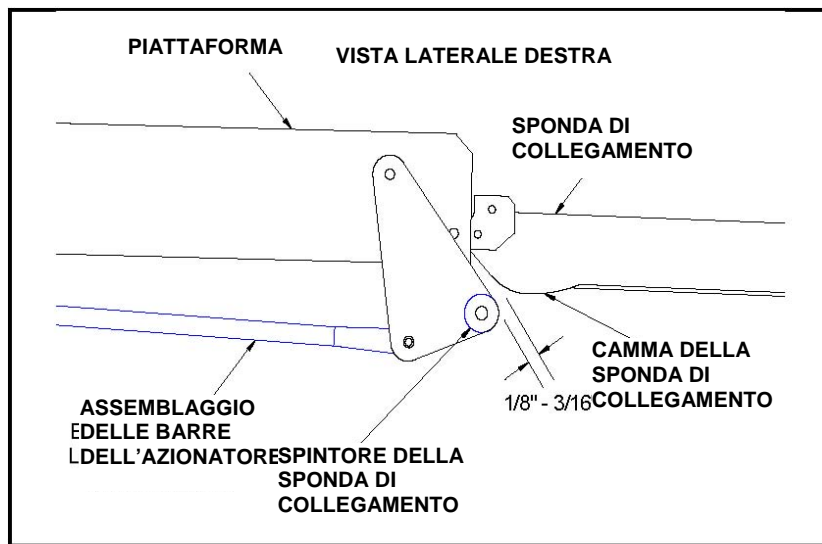

FIGURA 2-3: REGOLAZIONE DELLA PIASTRA DI FISSAGGIO
- h. Vedere la Figura 2-3. Ruotare l'estremità della barra verso sinistra per ottenere uno spazio di 3,2 - 4,8 mm tra la camma della sponda di collegamento e il relativo spintore, una volta installati il bullone d'arresto e il distanziatore. Serrare il bullone d'arresto e quindi il controdado dell'estremità della barra.